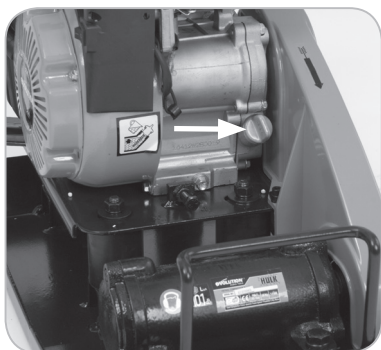

Fig. 11
- Retirez le bouchon du filtre à huile. (**Fig. 11**)